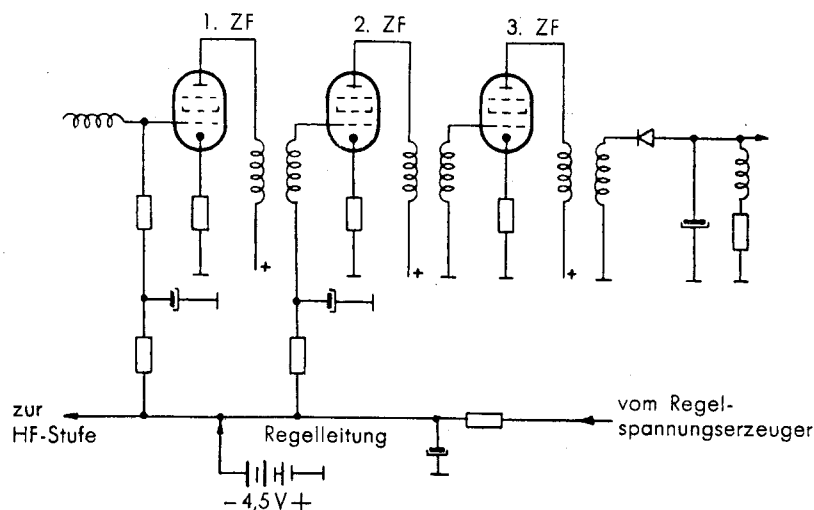

Bild 7 Zuführung zu einer festen Vorspannung zur Regelleitung
- d) Regelspannung der ZF-Stufe durch feste Vorspannung von 3 bis 5 V ersetzen. Bild 7 zeigt als Beispiel den Anschluß einer Taschenlampenbatterie von 4,5 V als feste Regelspannungsquelle.